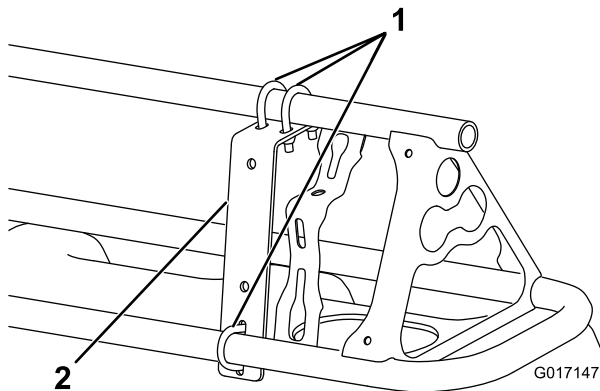
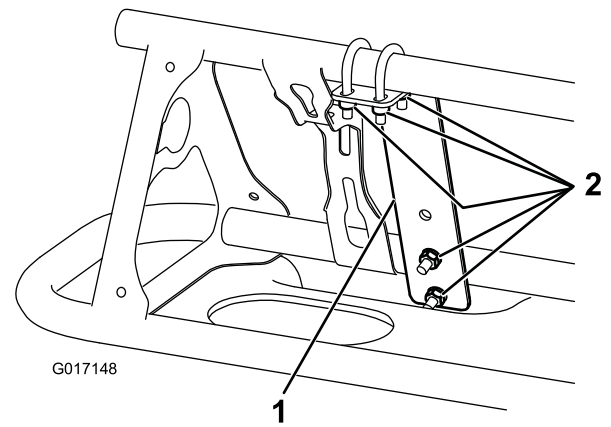

Figura 5
Figura 6
1. Instale um suporte de montagem na parte da frente de cada rampa perto do bico mais exterior com 3 cavilhas em U e 6 porcas de bloqueio (1/4 pol.) (Figura 5 e Figura 6).